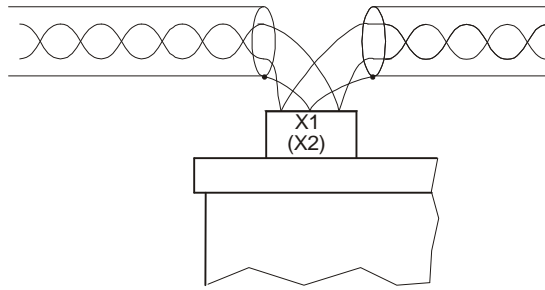
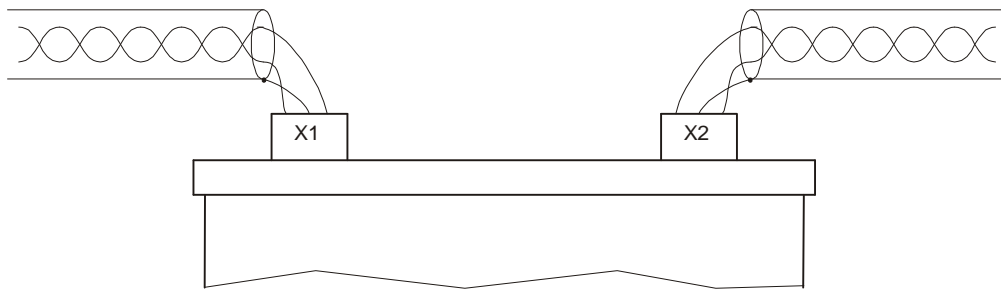

Рисунок 2
Рисунок 3
2.2.1.4 Для интерфейса RS-485 используется экранированная витая пара. Подключение преобразователя к интерфейсу желательно производить "в разрыв" линии, без отводов (рисунок 2). Одноименные контакты разъемов X1 и X2 соединены внутри преобразователя, поэтому допускается подключать преобразователь "в разрыв" линии к разъемам X1 и X2 (рисунок 3). При монтаже необходимо соблюдать полярность сигнала, соединяя одноименные контакты разъемов соответствующими проводами витой пары. Экран кабеля подключается к контакту "Экран" разъема X1 (X2).